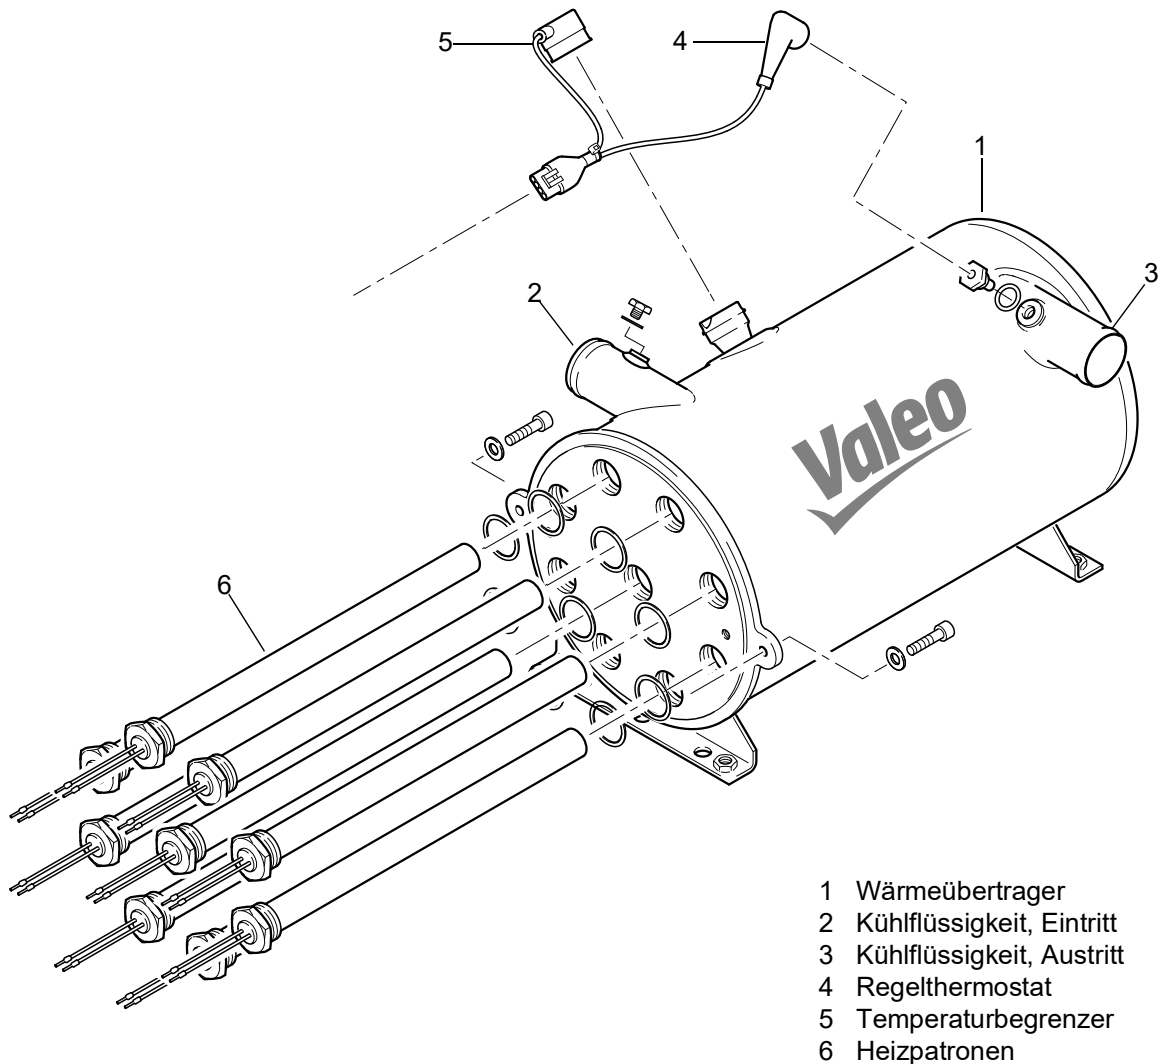

Abb. 304 Wärmeübertrager mit angebauten Komponenten (explodiert)
Im Wärmeübertrager (1, Abb. 304) wird das durchströmende Wasser von darin angeordneten Heizpatronen (6) erhitzt.
Am Ende der stabförmigen, wasserdichten Heizpatronen (6, Abb. 304) befindet sich ein Aussengewinde mit einem Sechskant zum Einschrauben und die Anschlusskabel werden herausgeführt.
Der Regelthermostat (4, Abb. 304) erfasst die Kühlmitteltemperatur am Wasseraustritt (3) des Wärmeübertragers.
Der Temperaturbegrenzer (5, Abb. 304) schützt das Heizgerät vor unzulässig hohen Temperaturen. Der Temperaturbegrenzer spricht bei einer Temperatur größer  $125 \text{ }^\circ\text{C}$  an und schaltet das Heizgerät aus.